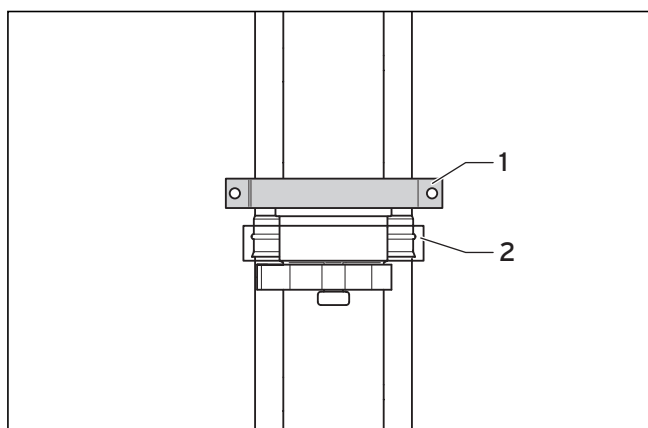

Abb. 6.77 Kürzbare Verlängerung mit Außenwandhalter
- Montieren Sie unmittelbar oberhalb der kürzbaren Verlängerung einen zusätzlichen Wandhalter (1), wie in Abb. 6.77 dargestellt.